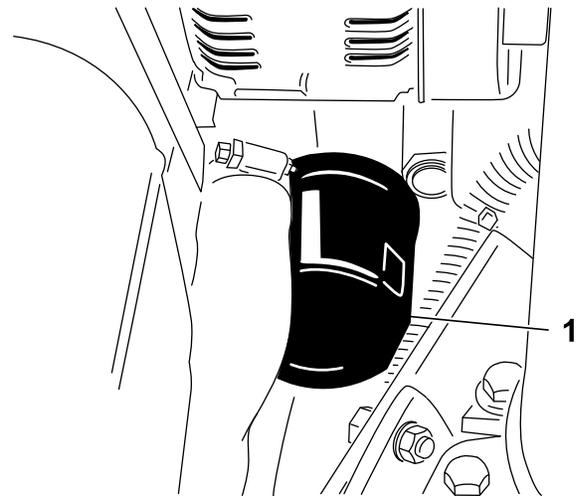

図 54
2. オイルフィルタ 図 54 を外す。新しいフィルタのシールに薄くエンジンオイルを塗って取り付ける。**締めすぎないように注意すること。**